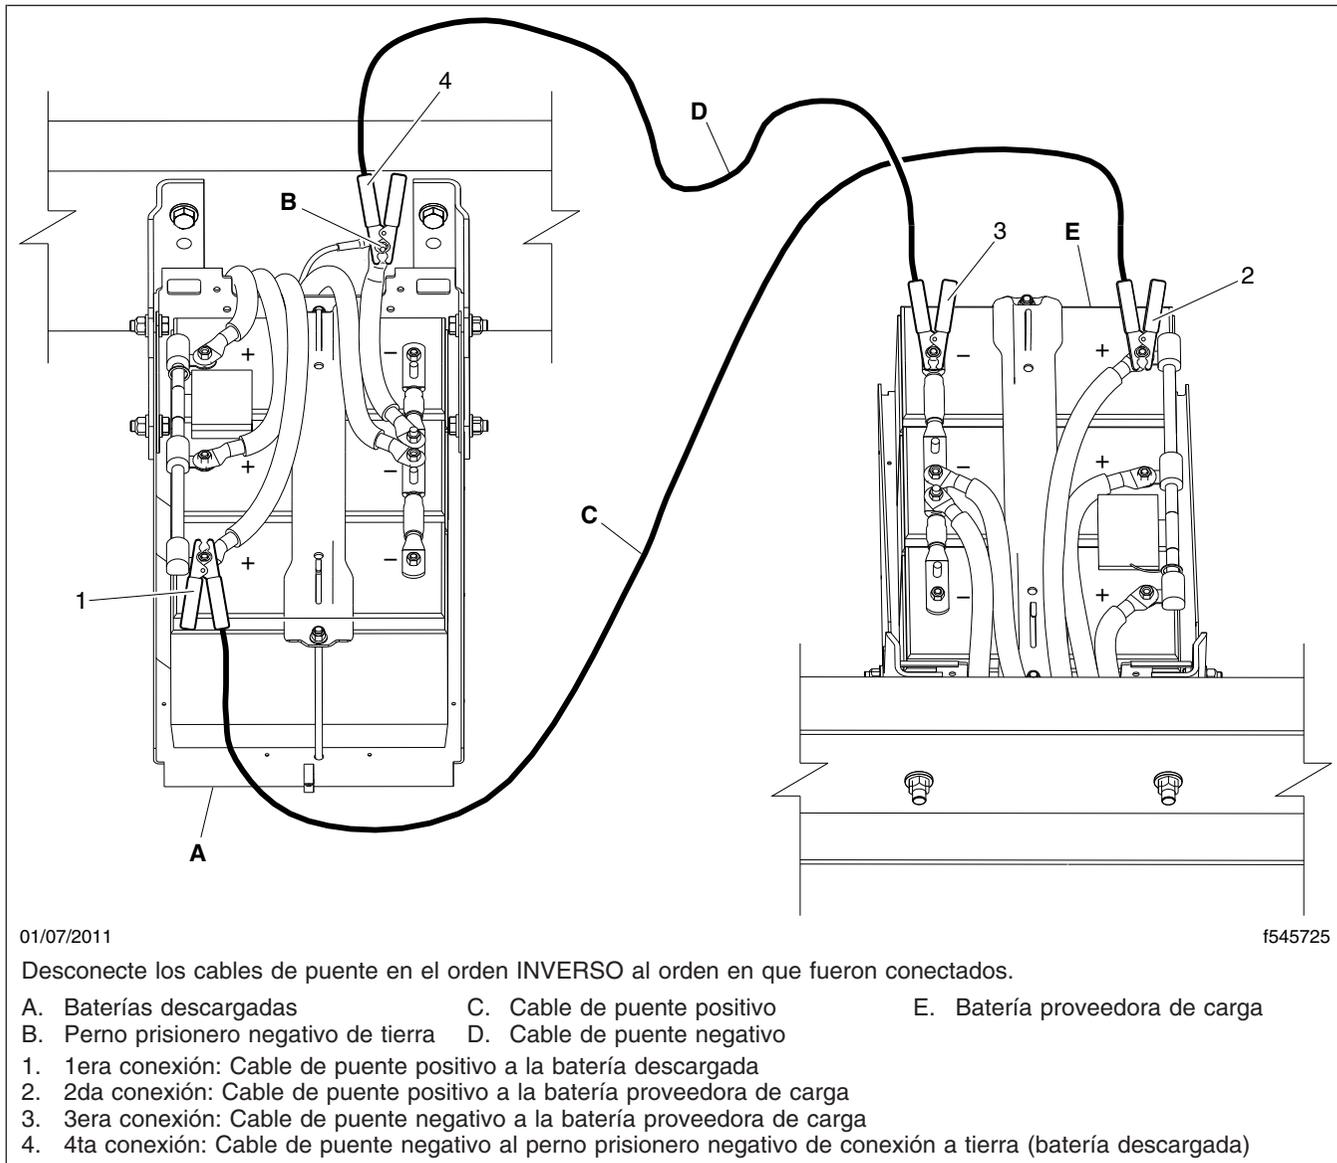

Figura 24.6, Conexiones de los cables de puente
3. Conecte el cable de puente positivo (+) al terminal positivo o al borne para arranque con cable de puente de la batería descargada. Vea la Figura 24.6.